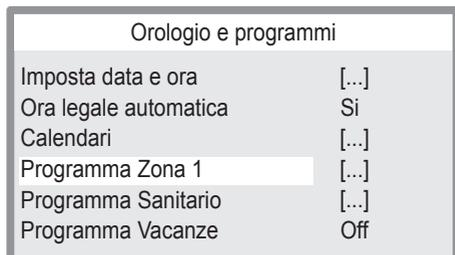

Figura 2.35
- Premere il tasto 15 (Figura 2.32) per accedere al menu selezionato (Figura 2.35).